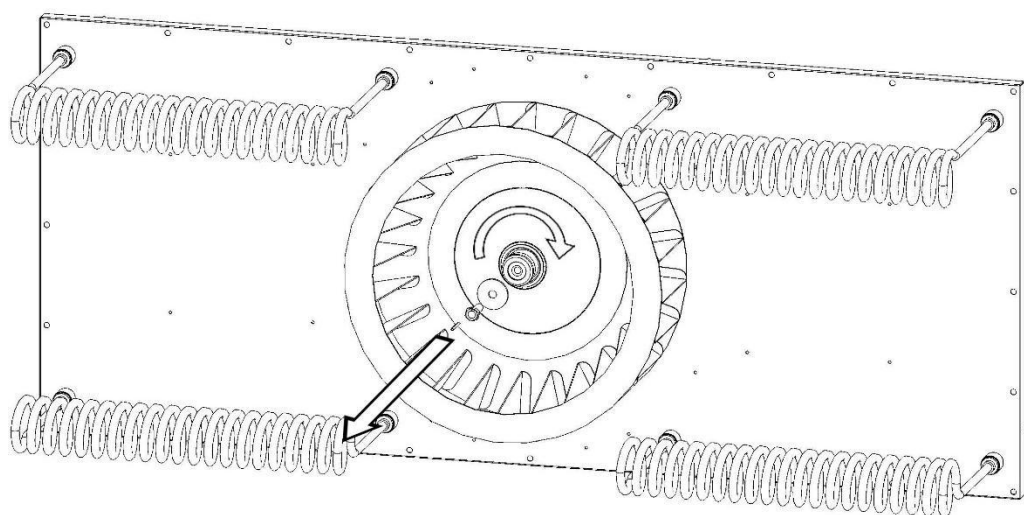
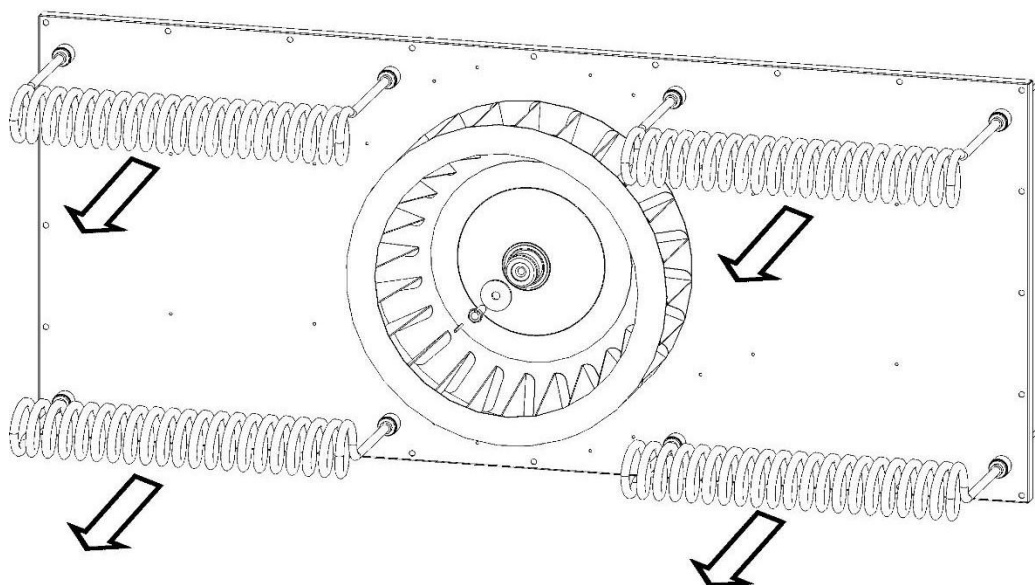

Рис.7
Рис. 8
7. Снимите предохранительный штифт и болт, крепящий вентилятор (рис. 7).
1. Открутите гайки, фиксирующие нагревательные элементы, и извлеките их спереди (рис. 8)
Нажатие на значок «Процентный спидометр» (рис. 7) открывает меню для редактирования настройки коррекции частоты вращения двигателя ($\pm 0-10\%$). Нажмите и прокрутите диск по часовой стрелке или против часовой стрелки, чтобы изменить настройку (рис. 8).